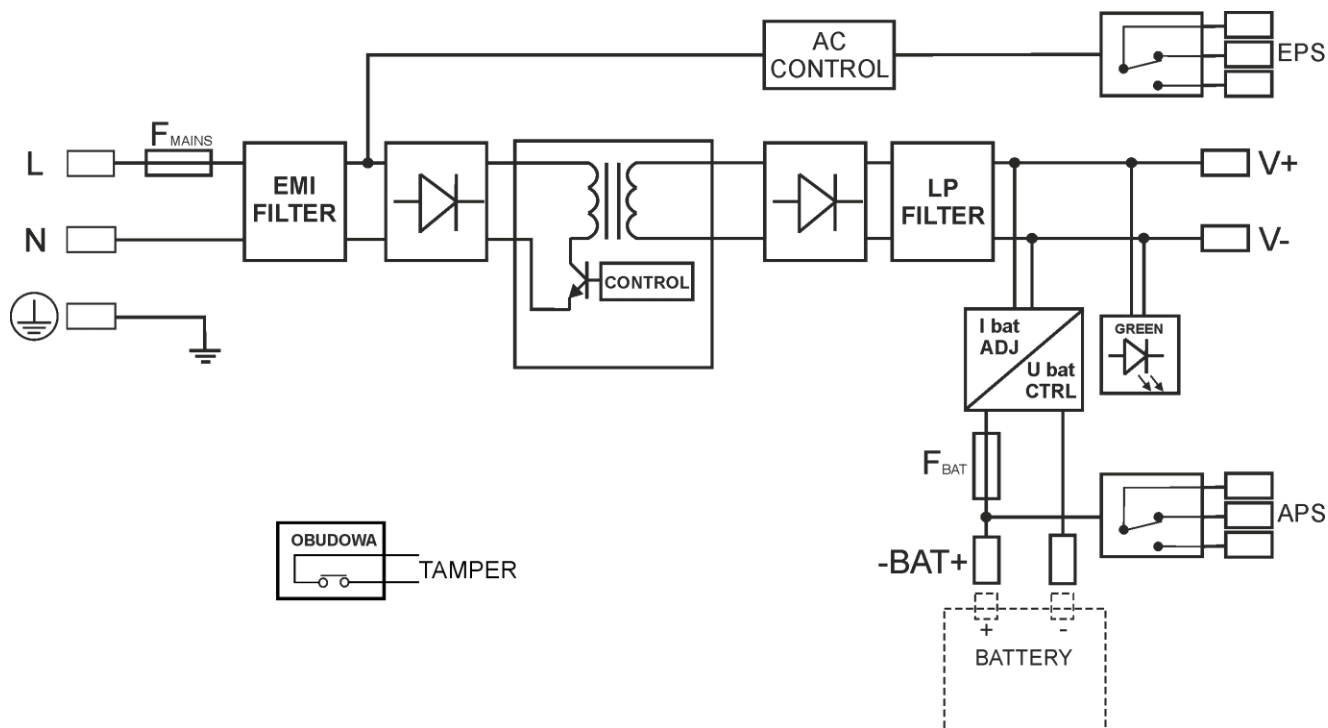

Abb. 1. Blockdiagramm des Netzteils.
1.2. Blockschaltbild (Abb. 1).